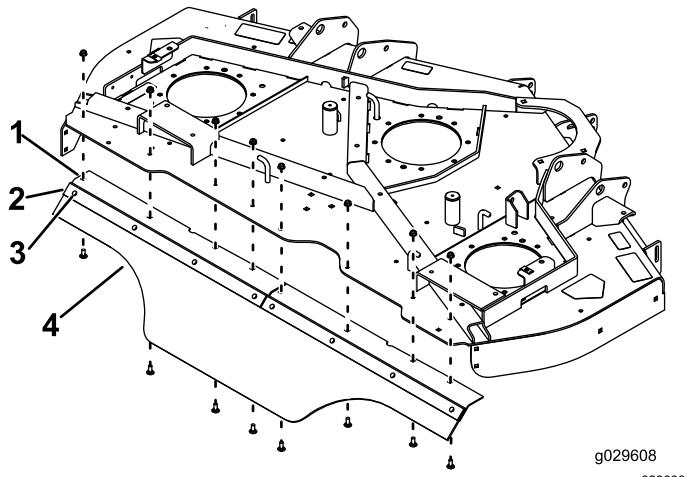

Figura 4
- Monte los perfiles traseros con los deflectores en la carcasa de corte trasera con 8 pernos de cuello cuadrado (5/16" x 7/8") y 8 tuercas (5/16"), según se muestra en Figura 4.